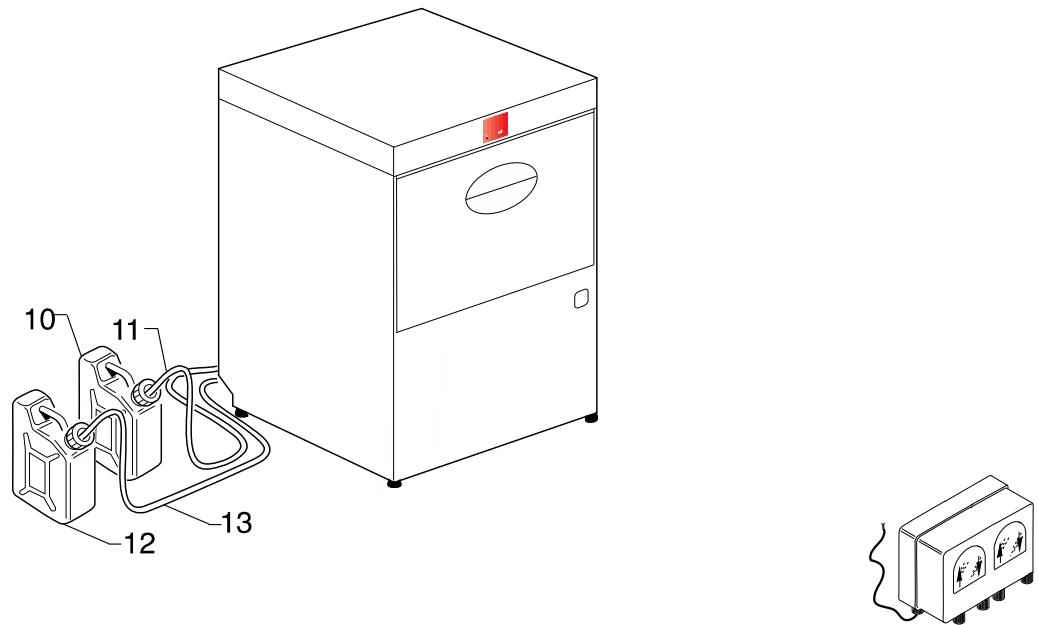

Fig. 8
3.3 ПЕРИСТАТИЧЕСКАЯ ПОМПА ДЛЯ МОЮЩЕГО И ОПОЛАСКИВАЮЩЕГО СРЕДСТВА (рис.8).